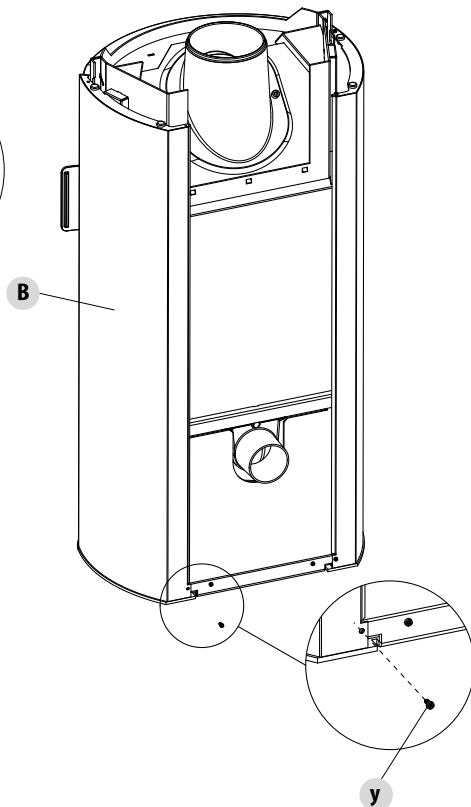

FIG. 6 - PANNELLO LATERALE - VITE POSTERIORE "Y"
- togliere la vite "y" sul retro in basso della stufa (fig.6)